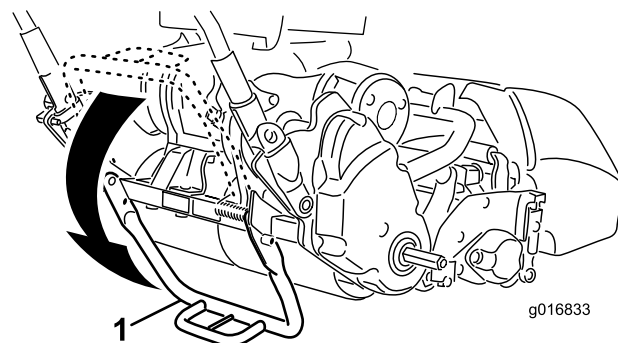

図 7
1. キックスタンドを立てる キックスタンドの中央部に足を置き、機体の下部についているハンドルで機体を持ち上げると、スタンドの上に機体が載る図 7。